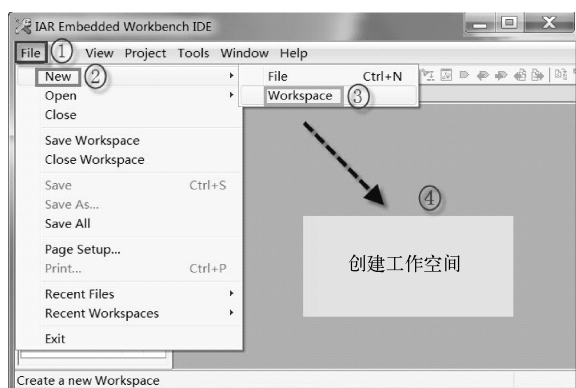

图 1-68 创建工作空间
- 1) 单击 File→New→Workspace，新建一个工作空间，如图 1-68 所示。